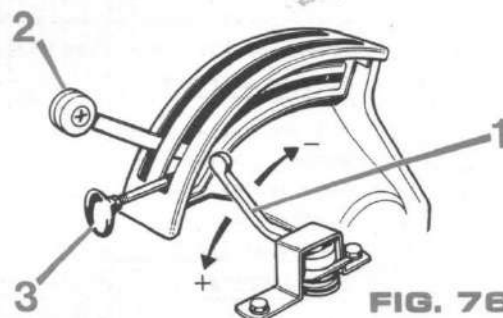

FIG. 76
b. position contrôlée. (FIG.76)